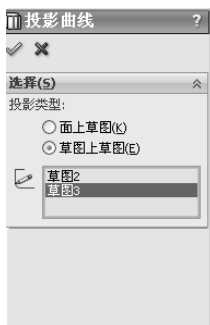

图 4-11 “投影曲线”属性管理器
- 4) 在“投影曲线”属性管理器的显示框中显示要投影的两个草图名称，同时在图形区域中显示所得到的投影曲线，如图 4-11 所示。